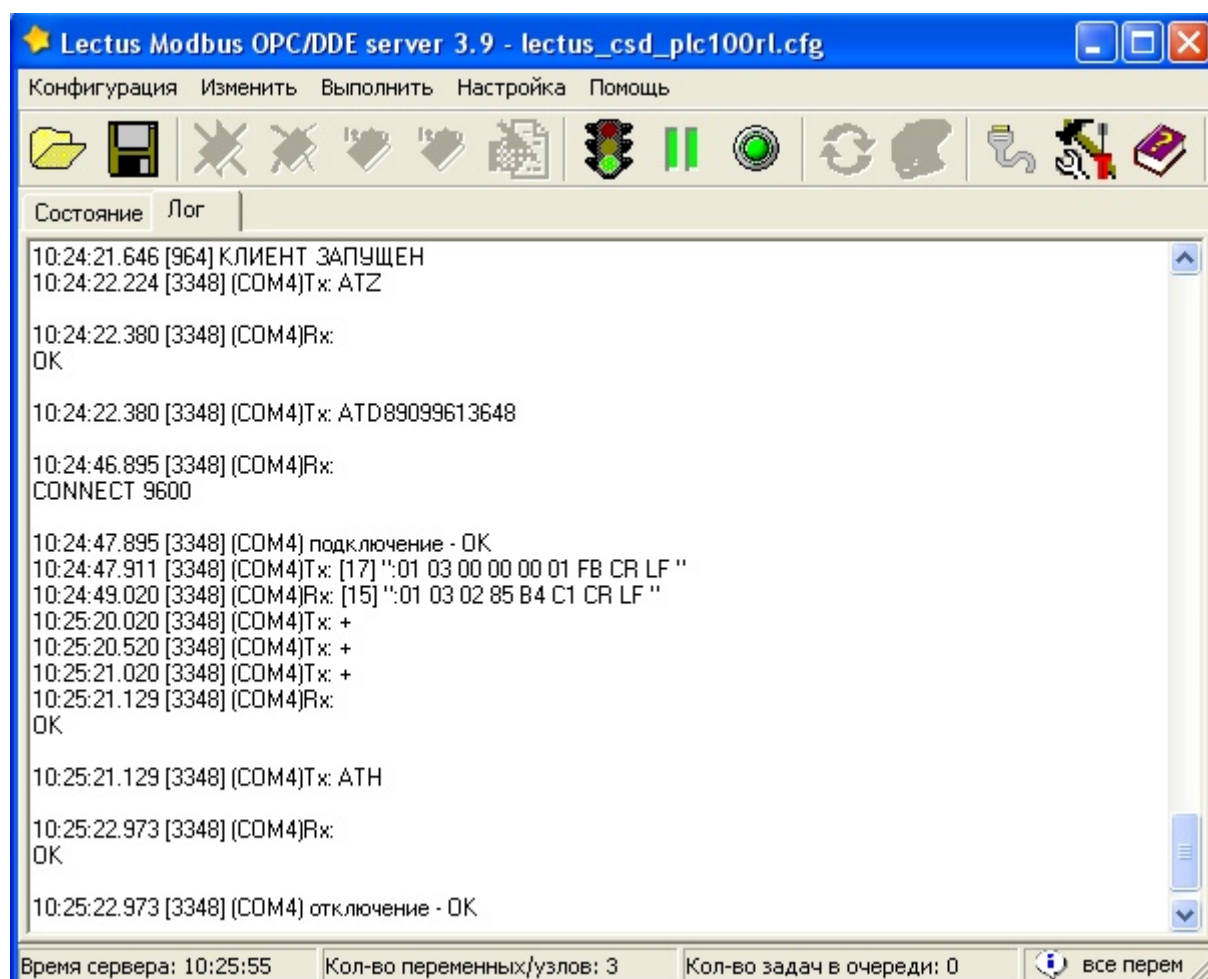

Рис.3.8
- 10) После создания узла и добавления в него переменных сохраните проект и запустите LectusOPC, нажав на кнопку «Запустить опрос». Перейдите на вкладку «Лог», где можно отследить звонок и обмен посылками Modbus (Рис.3.8).